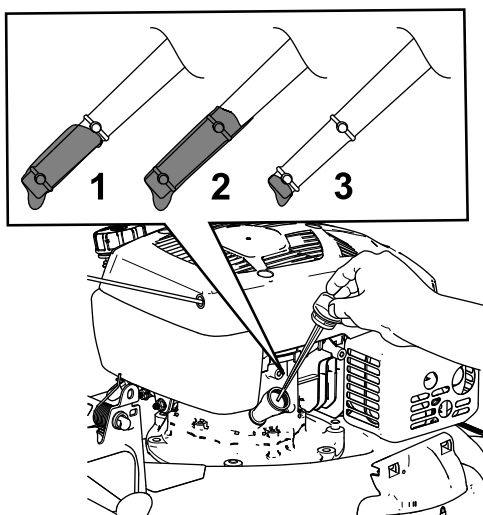

Figura 32
3. Retire la varilla girando el tapón en el sentido contrario a las agujas del reloj y tirando del mismo (Figura 32).
4. Ponga la máquina de lado (con el filtro de aire hacia arriba) para drenar el aceite usado del tubo de llenado de aceite (Figura 32).
10. Observe el nivel de aceite en la varilla (Figura 32).